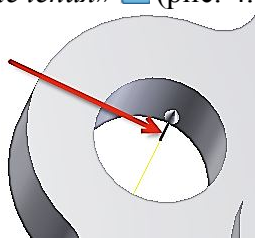

Рис. 4.12. Выбор оси и задание направления построения
14. Нажмите кнопку «Направление извлечения» и выберите ось первого отверстия. На оси появится стрелка направления создания конусности. В нашем случае она должна быть направлена в нашу сторону. Если направление противоположное, то щелкните на кнопке «Обратить направление извлечения»  (рис. 4.12).